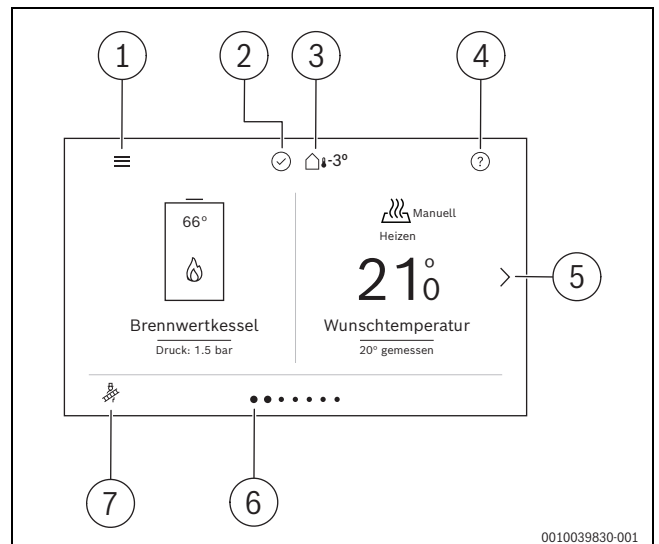

Bild 36 Bedienfeld
- ▶ Symbol  (allgemeine Einstellungen) im Bedienfeld (→ Bild 36) mindestens 5 Sekunden gedrückt halten.